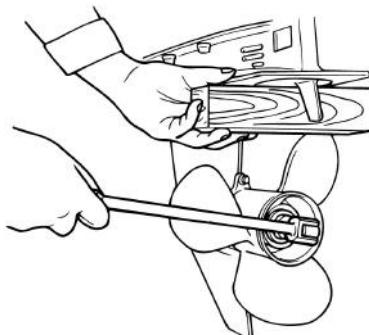

Рис. 58 Фиксация гребного винта с помощью деревянного бруска
2. Поместите деревянный бруск между винтом и антикавитационной пластиной чтобы предотвратить вращение гребного винта (Рис. 58).
- Чтобы предотвратить вращение гребного винта поместите деревянный бруск между винтом и антискользящей пластиной (Рис. 58) и затяните гайку гребного винта.